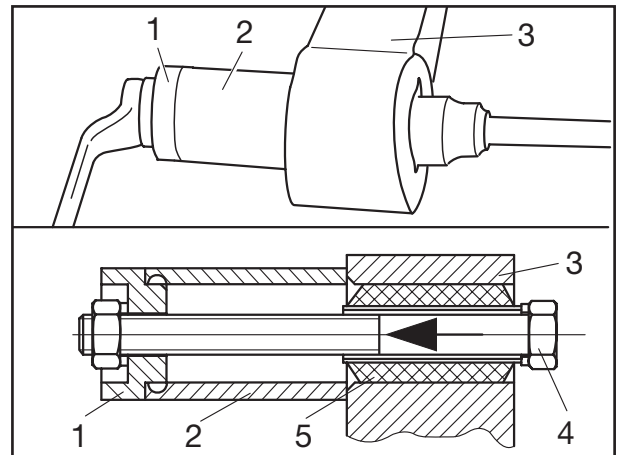

Fig. 13
- [23] Beim Auswechseln der Buchse mit einer Aus- und Einziehvorrichtung (BPW-Nr. 14.825.11744) die Schraube (Fig. 13/4) mit Scheibe in die Gummi-Stahl-Buchse einschieben. Rohr (Fig. 13/2) und Druckstück (Fig. 13/1) ansetzen, Mutter aufschrauben und Gummi-Stahl-Buchse (Fig. 13/5) herausziehen.
[23] When exchanging the bushes with a drawing tool (BPW No. 14.825.11744), insert the screw (Fig. 13/4) with washer into the rubber-steel-bush.
Position tube (Fig. 13/2) and thrust piece (Fig. 13/1), screw on nut and withdraw bonded rubber bush (Fig. 13/5).
[23] En cas de remplacement de la douille avec un dispositif d'extraction et d'enfoncement, (no BPW 14.825.11744), insérer la vis (fig. 13/4) avec la rondelle dans le silent-bloc.
Mettre le tube (fig. 13/2) et la butée (fig. 13/1), visser l'écrou et retirer le silent-bloc (fig. 13/5).